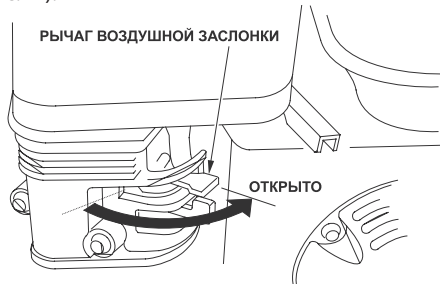

Рис.14 Положение рычага воздушной заслонки после прогрева двигателя
7.1.6. Если перед пуском двигателя рычаг воздушной заслонки был установлен в положение «ЗАКРЫТО», после того, как двигатель нагреется, плавно установите его в положение «ОТКРЫТО» (см. рис.14).